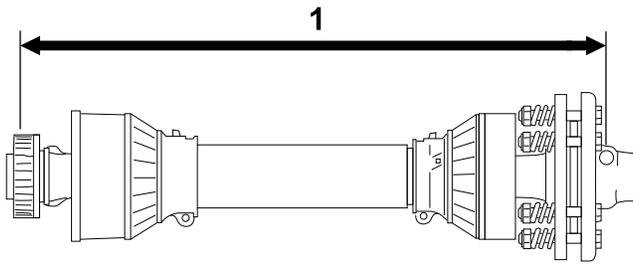

図 15
6. PTO シャフトの一方の端部にあるロッキングピンのボールの中心から、反対側の端部にあるロッキングピンの中心までの距離を測定する 図 15。この距離を記録する。例 81 cm